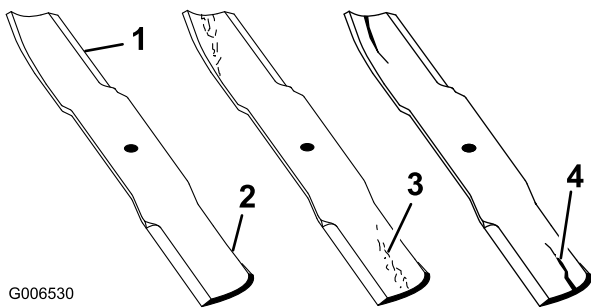

Figura 52
1. Inspeccione as extremidades de corte (Figura 52).
2. Inspeccione as lâminas, especialmente a área em curva (Figura 52).
Nota: Se verificar quaisquer danos, desgaste, ou a formação de ranhuras nesta área (ítems 3 e 4 em Figura 52), instale imediatamente uma lâmina nova.